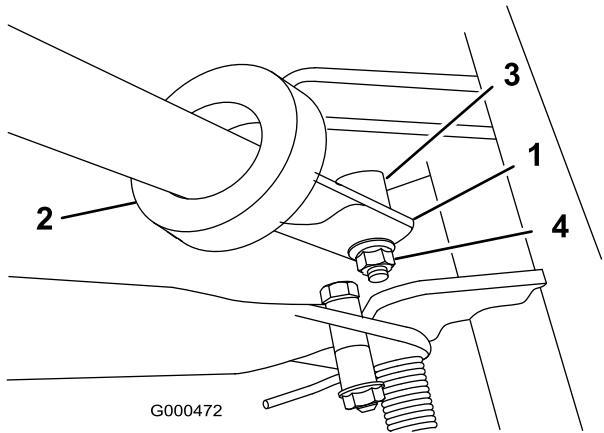

図 9
- ハンドル・サポート・アームの溝にハンドルを差し込む（図 9）。
- 左右のハンドル端を内側に押し縮めるようにして、ピボット・ピンの段部に取り付ける（図 9）。
- フランジ・ロックナットを使って、ハンドルをキャップスクリュとピボット・ピンに固定する（図 9）。